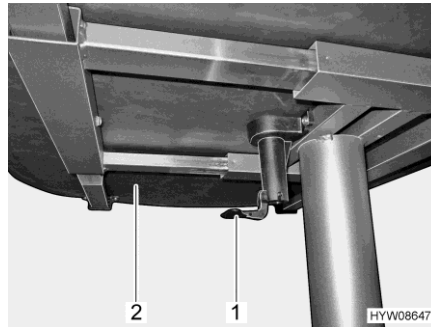

Fig. 133 Palanca para desplazamiento del tablero de la mesa
- Tirar o empujar la palanca (Fig. 133,1) hacia abajo.
- Desplazar a la posición deseada el tablero de la mesa (Fig. 133,2).